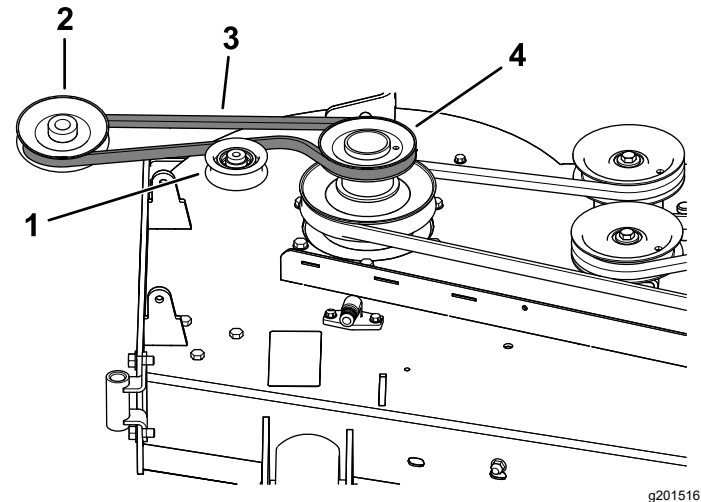
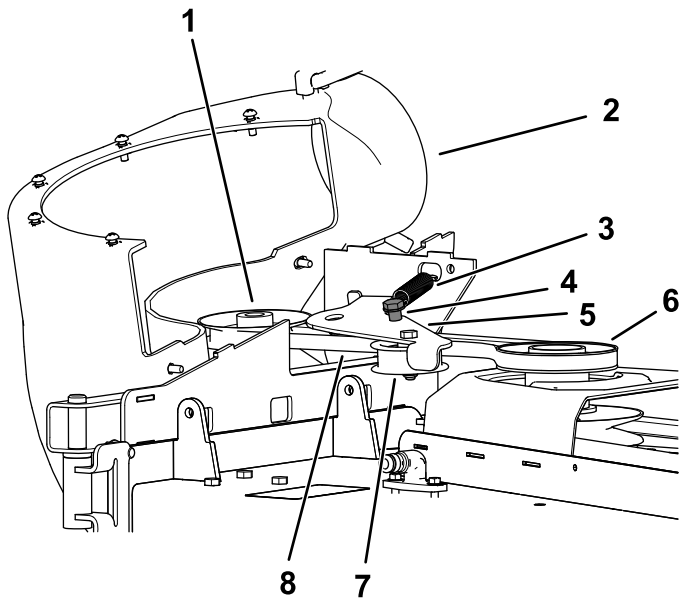

Figura 25
Figura 26
1. Si es necesario, instale la correa alrededor de la polea del soplador (Figura 25).
1. Instale la correa alrededor de la polea del soplador (Figura 25 y Figura 26); consulte 11 Instalación del conjunto del soplador (página 17).
3. Aleje la polea tensora del anclaje fijo del muelle y enrute la correa alrededor de la polea de la carcasa de corte (Figura 26).
4. Enrute la correa alrededor de la polea motriz, como se muestra en la Figura 25 y Figura 26.